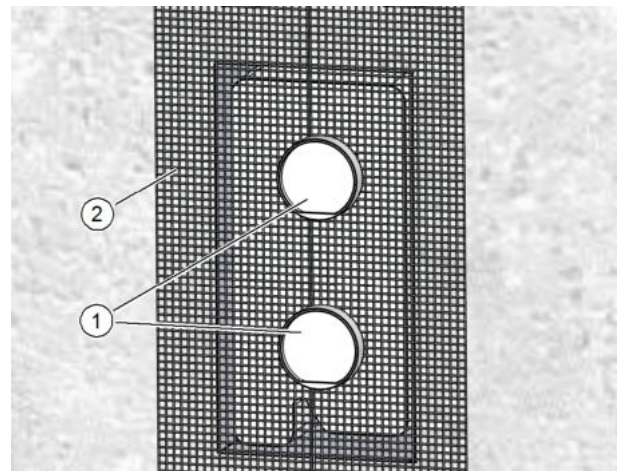
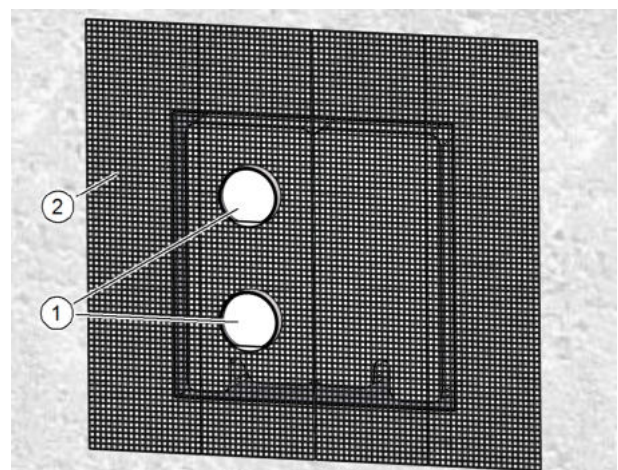

Abb. 18: Mauerkasten **ohne** Füllstück einputzen
Abb. 19: Mauerkasten **mit** Füllstück einputzen
- ▶ Setzen Sie die Putzschutzhülsen (Pos. 1 in Abb. 18 und Abb. 19) ein. Sie sollen soweit über die Massivwand herausragen, dass sie mit dem späteren Putzauftrag bündig abschließen. Die Putzschutzhülsen bilden die Beiputzfläche für den Außenputz.
- ▶ Bringen Sie das Putzgewebe (Pos. 2 in Abb. 18 und Abb. 19) außen auf den Mauerkasten, auf das Mauerwerk bzw. auf die Fassadendämmung an.